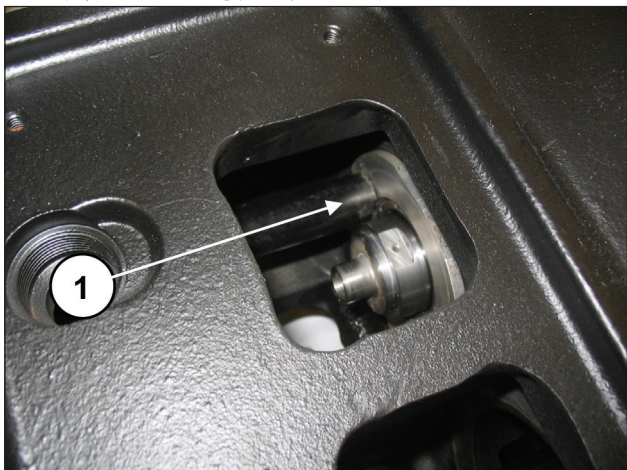
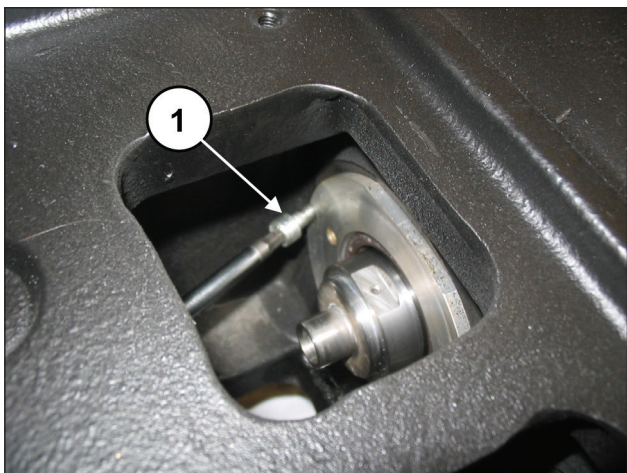

图177
图178
确保盖子完全进入底座 (①, 图177) 注意不要损坏油封唇。拧紧油封盖, 可使用2个M6x14螺丝 (①, 图178)。